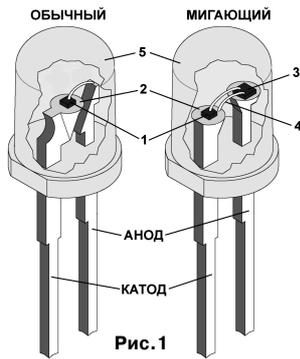

Рис. 1
Отличить МСД от обычного светодиода легко по внешнему виду, разглядывая его корпус на просвет (рис. 1). Внутри МСД находятся две подложки примерно одинакового размера. На первой из них располагается кристаллический кубик светоизлучателя (1), изготовленный из редкоземельного сплава: GaP (зеленый цвет), GaAsP/GaP (желтый цвет), GaAlAs/GaAsP/GaP/GaAlInP (красный цвет). Для увеличения светового потока, фокусировки и формирования диаграммы направленности применяется параболический алюминиевый отражатель (2). В МСД он немного меньше по диаметру, чем в обычном светодиоде, так как вторую часть корпуса занимает подложка с интегральной микросхемой (3).